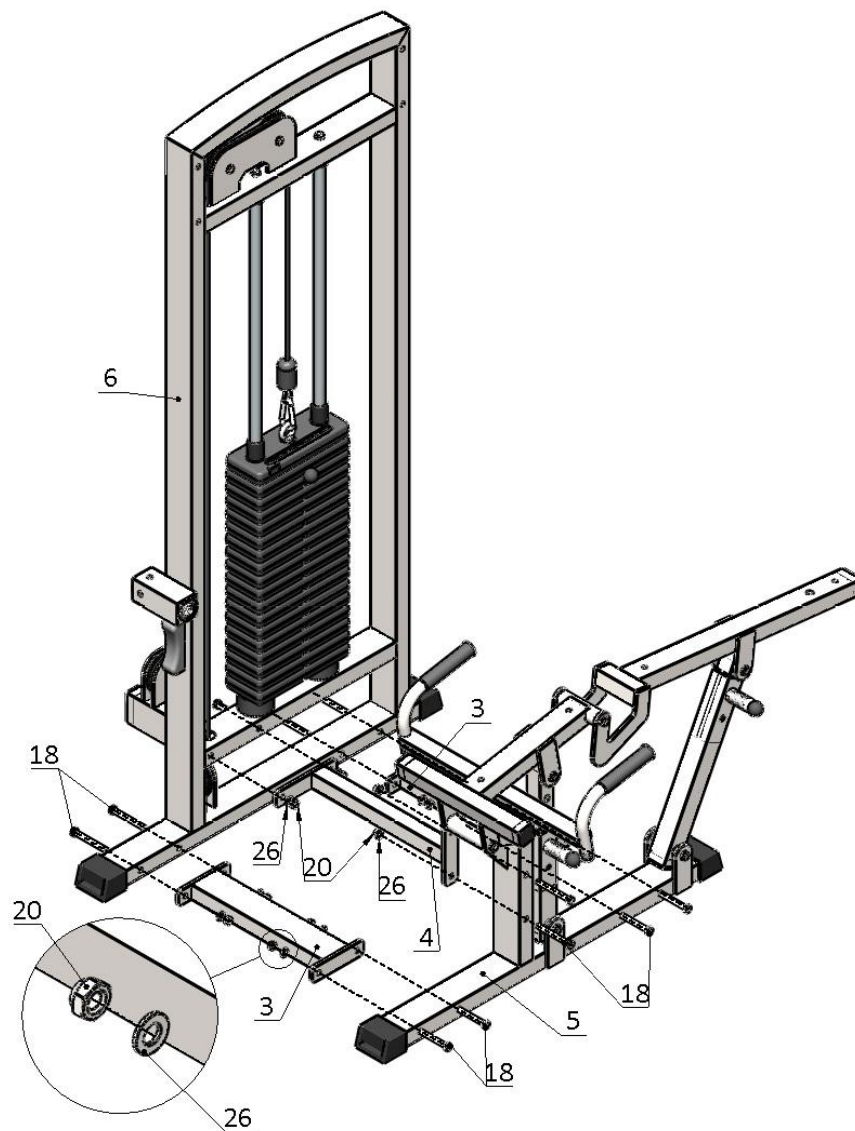

Рис.2
2. К раме грузоблоков (6) прикрутите регулируемую раму (5) двумя основными перемычками (3) и одной дополнительной (4) при помощи комплекта крепежа: болт М10х100 (18), гайка М10 (20), шайба D10 (26) (рис.2).